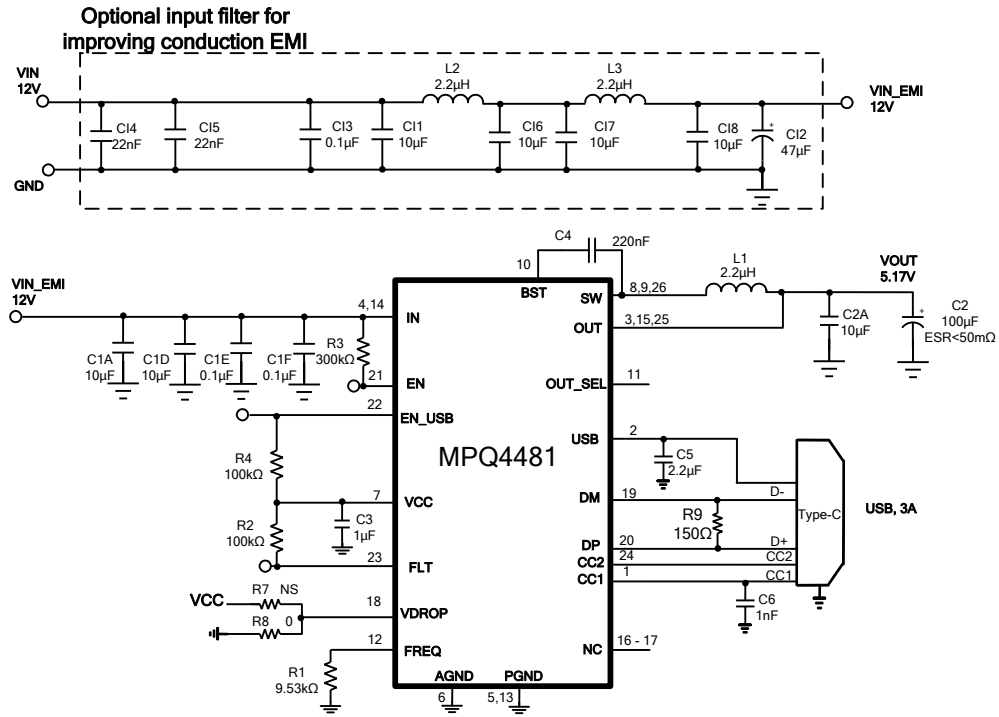

图 13: USB Type-C 5V/3A DFP 端口 (10)
- 9) 推荐的布局基于图 13 和图 14 中的典型应用电路。